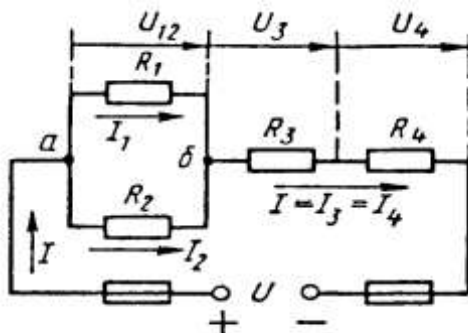

Рис. 1
Условие задачи. Цепь постоянного тока со смешанным соединением состоит из четырех резистором. Заданы схема цепи (рис. 1), значения сопротивлений резисторов:
2) обозначим токи I_1, I_2, I_3, I_4 на (рис. 1) стрелками и определим их значения из формулы мощности:
Формулировка закона: алгебраическая сумма токов в узловой точке равна нулю. Математическая запись для узла б схемы цепи рисунок 1: